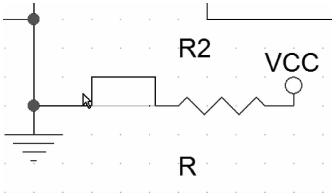
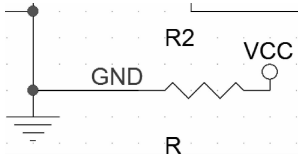

图 6-57 显示光标
图 6-58 放置网络标签
3. 这时鼠标带有一个矩形框的图标，移动光标到需要放置网络标签的导线上，如图 6-57 所示，单击鼠标即可完成放置，如图 6-58 所示。此时鼠标仍处于放置网络标签的状态，重复操作即可完成放置其他的网络标签。右击鼠标选择“End Mode（结束操作）”命令或者按下〈Esc〉键便可退出操作。